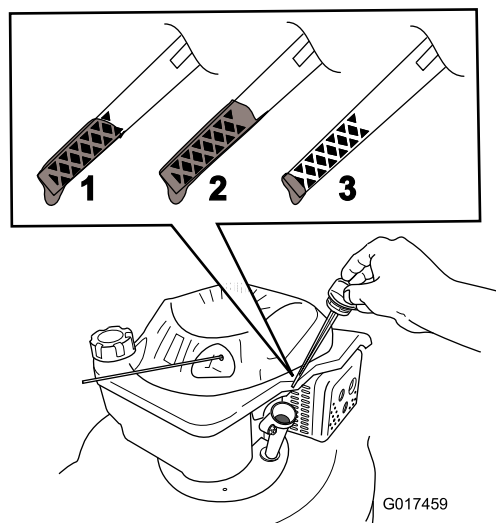

Figura 7
2. Retire la varilla (Figura 7) y vierta aproximadamente tres cuartas partes de la capacidad total del cárter por el tubo de llenado de aceite.
5. Retire la varilla y compruebe el nivel de aceite en la misma (Figura 7).